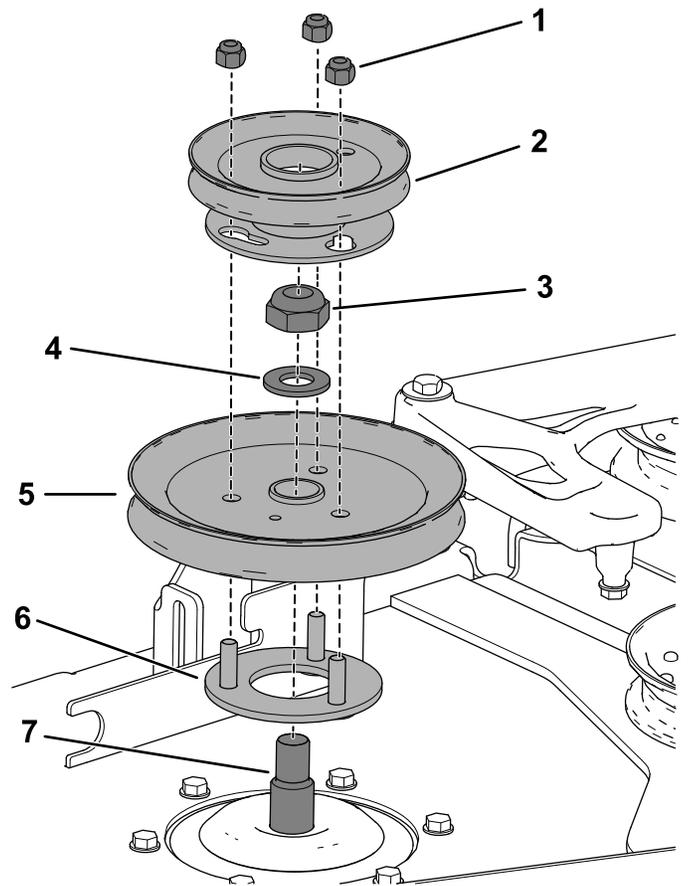

Figura 31
- Inserte los espárragos roscados en el soporte de la polea a través de los orificios en la polea de la carcasa (Figura 31).
- Utilice la contratuerca (¾") y la arandela que retiró anteriormente para fijar la polea de la carcasa al eje de cuchilla (Figura 31).
- Disponga la polea del soplador sobre los espárragos roscados e instale provisionalmente la contratuerca (Figura 31).